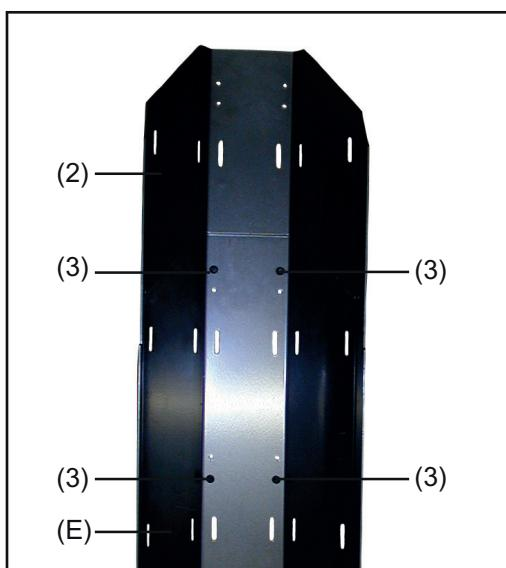

Abb.7 Verlängerungsblech an Gasflaschen-Halterung montieren
- 6 Verlängerungsblech (2) an Gasflaschen-Halterung (E) anlegen, sodass sich die jeweils acht Bohrungen überdecken (Abb.7)
- 7 Jeweils zwei beiliegende Schrauben „Extrude-Tite“ (3) an den beiden obersten Bohrungen und an den beiden untersten Bohrungen ansetzen (Abb.7)
- 8 Verlängerungsblech (2) mit diesen vier Schrauben an der Gasflaschen-Halterung (E) festschrauben (Abb.7)